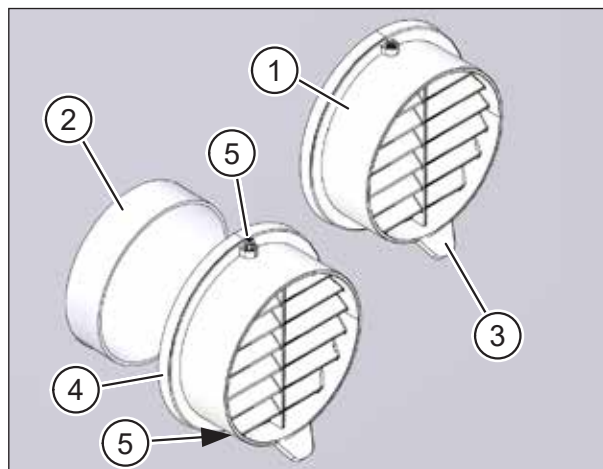

Fig. 22 : Poser les couvercles de façade
- ▶ Posez les couvercles de façade (pos. 1 dans Fig. 22) avec précaution sur les tuyaux d'aération (pos. 2 dans Fig. 22). Veillez à ce que les garnitures d'étanchéité ne soient pas endommagées.
- ▶ Orientez les rebords d'égouttement (pos. 3 dans Fig. 22) vers le bas.
- ▶ Appuyez le couvercle de façade contre la façade de sorte que la bague en plastique (pos. 4 dans Fig. 22) repose à plat contre la façade et maintenez le couvercle de façade dans cette position.
- ▶ Vissez avec précaution les vis Torx supérieure et inférieure (pos. 5 dans Fig. 22) jusqu'à la butée. Celles-ci passent dans les tuyaux d'aération et fixent ainsi le couvercle de façade.